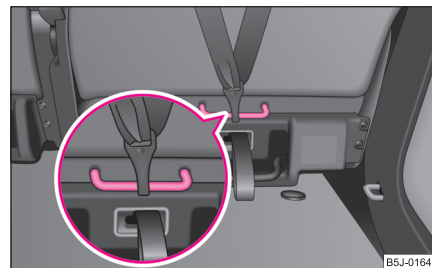

Fig. 144 Siège AR: Top Tether
Les sièges arrière extérieurs mais aussi le siège central (seulement quelques pays) sont équipés de série, derrière les dossiers, du système de fixation « Top Tether » permettant une sécurité accrue pour les enfants ⇒ fig. 144. Effectuez la pose et la dépose toujours d'après la notice jointe du fabricant de sièges pour enfants.
- Ne fixez les sièges pour enfants avec le système « Top Tether » qu'aux endroits prévus à cet effet ⇒ fig. 144.